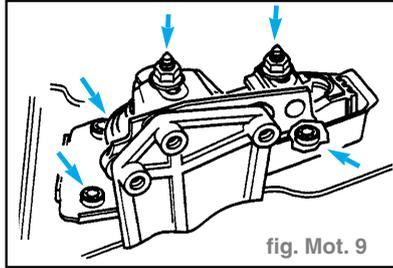

fig. Mot. 9
- Dévisser les vis et les écrous du palier de moteur -flèches- et déposer le palier de moteur au complet. (fig. Mot. 9)